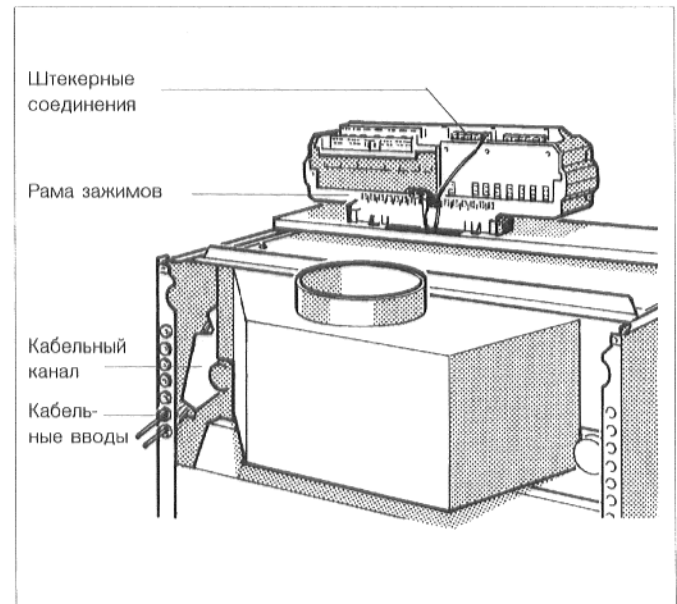
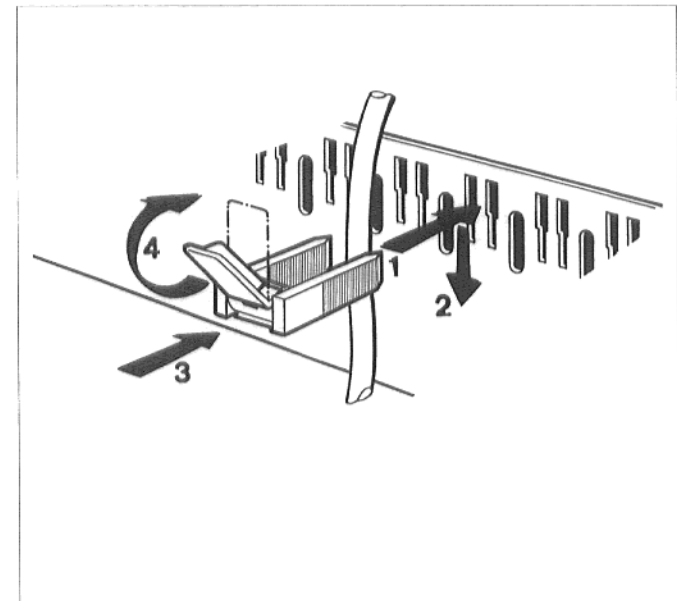

Рис. 12. Кабелепровод и штекерные соединения
Рис. 13. Закрепить провод кабельным зажимом
- Подключить электропровод к штекерным соединениям установки, соответственно схеме соединений (рис. 12).
Проложить провода сзади, через кабельные вводы и отверстия в переднем колпаке котла, к регулятору (рис. 12).
- Все провода следует закрепить зажимами: зажимы для крепления кабеля с вложенным проводом, вставить сверху в шлицы рамы зажимов (рис. 12); при этом, ребро рычажка должно показывать вверх. Передвинуть зажим для крепления кабеля вниз, при этом, вдавливая его. Рычажок переставить вверх (рис. 13).